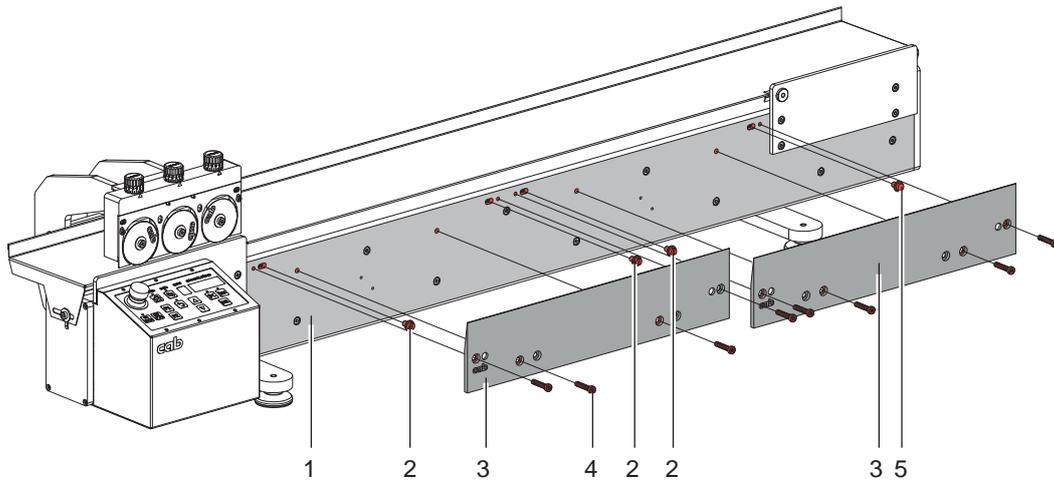

Bild 24 Messerwechsel - Linearmesser
1. Aus dem Beipack des MAESTRO 6 die Messuhr (3) entnehmen und an den Winkelarm (4) montieren.
2. Winkelarm(4) mit angebauter Messuhr (3) nun an der Seite des Messerschlittens anschrauben.
3. Messstab der Messuhr (3) muss leicht eingedrückt sein. ca. 5mm
4. Rollmesser nach oben drehen um Kollision mit dem Linearmesser (2) zu vermeiden.
- ▶ Mit dem Schlitten langsam über das Linearmesser hinwegfahren und Abweichungen an der Messuhr durch Drehen der Exzenter (1) ausgleichen.
- ▶ Schrauben (4) von Bild 24 festziehen.